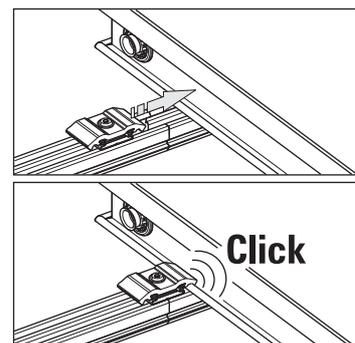

Figure 3-24 Positionnez la mise à terre double
3. Glissez les mises à la terre doubles sur le capteur solaire plat dernièrement monté jusqu'à ce que le profilé de serrage s'enclenche dans le profilé du cadre du capteur (Figure 3-24).